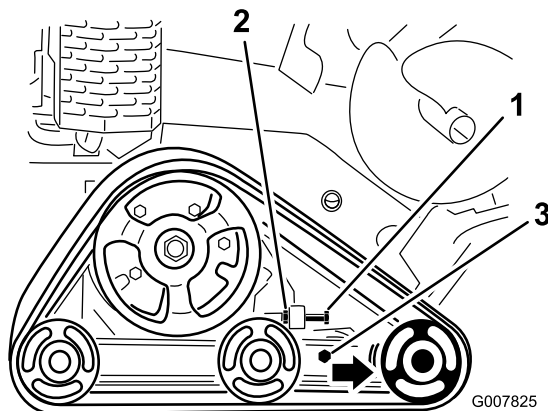

Bild 48
3. Lösen Sie die Klemmmutter an der Spannschraube der Kette und die Klemmschrauben am Spannarm (Bild 48).
4. Ziehen Sie die Spannschraube mit 32,5-40 N-m an, um die Kette zu spannen (Bild 48).
4. Lösen Sie die Spannschraube und Klemmmutter (**Bild 48**).
5. Lösen Sie die Klemmschrauben (**Bild 48**).